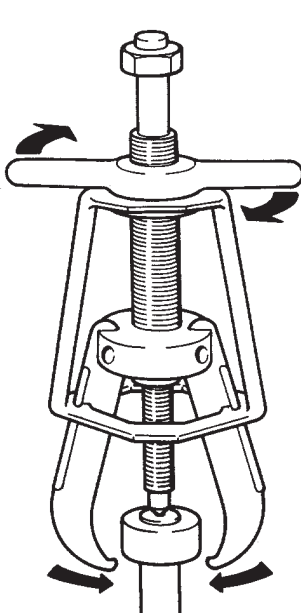

Рис. 3
5. Надежно закрепите лапы захвата на детали, поворачивая Т-образную рукоятку по часовой стрелке. (См. рис. 3.)
4. Установите съемник на снимаемую деталь. (См. рис. 3.) Если на валу находится только внутренняя обойма подшипника, зачистите вал наждачной бумагой и затем закрепите захваты в дорожке качения.